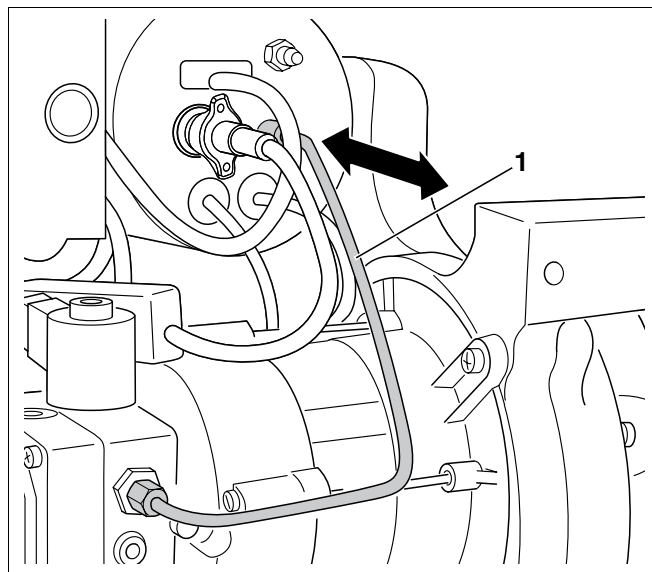

Fig. 55 Vérifier la bonne assise du système de mélange
- Retirer la conduite d'alimentation de fioul (fig. 55, **pos. 1**) d'env. 5 mm de la manière indiquée puis relâcher.